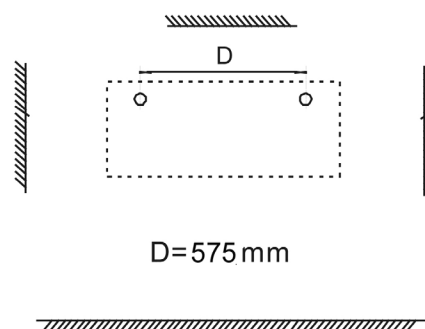

Figura 2
2. Fare due buchi adatti della dimensione del Fisher \varnothing 8 mm nel muro. (figura 2) – D= 575 mm